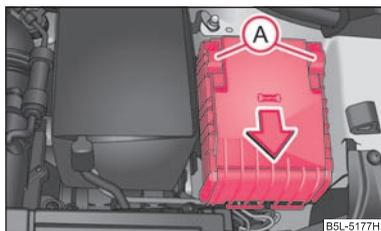

Fig. 190 Coperchio fusibili nel vano motore
- Spostare le staffe di sicurezza (A) ⇒ fig. 190 sino all'arresto, dietro alla staffa compare il simbolo , ed estrarre il coperchio.